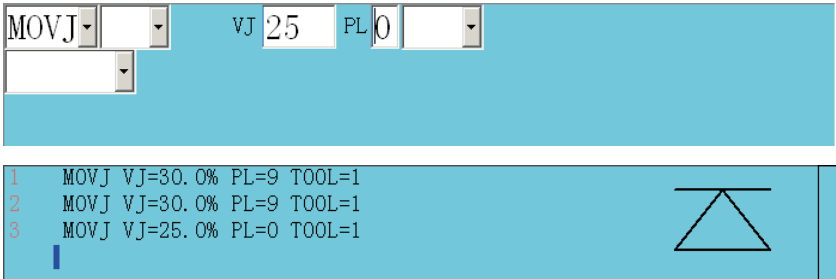

图 5.11
4、重复2或3步骤，VJ速度改为25%，PL值改为0。输入 程序点3 的指令行，如图5.11所示。